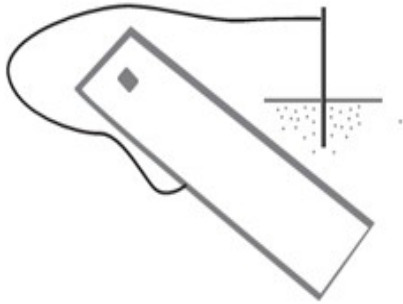
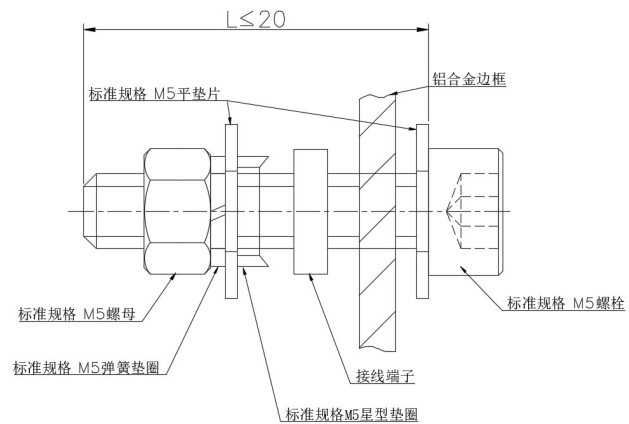

图 9 组件接地图
图 10 接地螺栓安装示意图
4.1.3 组件铝边框和组件支架必须接地，如图 9 所示，每个组件均有接地孔，并在边框上做标记 (建议每个组件的串联/并联必须接地一次)。接地螺栓安装方式如图 10 所示。接地线和边框将通过预留接地孔可靠接地，通过安装螺栓 M5×10~15 匹配平垫圈、弹簧垫圈和螺母。组件和接地线应通过接线头完美连接。可安装负极接地逆变器，防止 PID 现象。